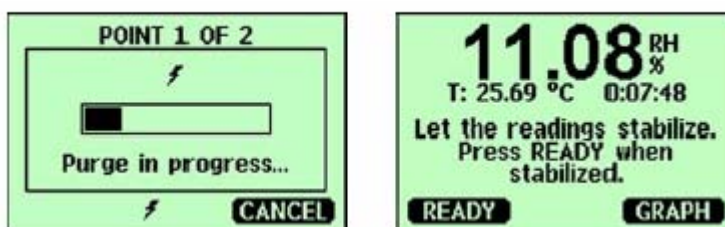

图60 进行清除
7.按照清除程序操作并等待第2点趋于稳定如图60。稳定时按READY键。